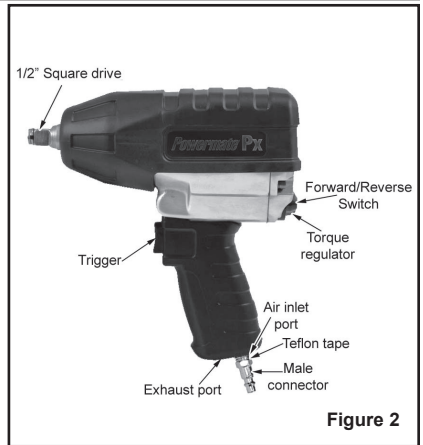

Figure 2
- Install a 1/4" NPT male connector (not included) into the air inlet port on the tool (see Figure 2). **Note: Use Teflon® Tape on all threaded connections.**
- Installez un raccord mâle 1/4 po NPT (non inclus) à l'orifice d'admission d'air de l'outil (voir Figure 2). **Remarque :** *Enveloppez toutes les extrémités filetées à l'aide de ruban d'étanchéité en téflon.*